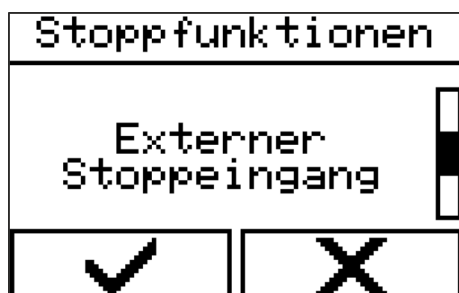

Abb. 105: Menü auswählen
1. ➤ Menü über „Steuerung“ → „Stoppfunktionen“ → „Externer Stoppeingang“ (Abb. 105) auswählen.